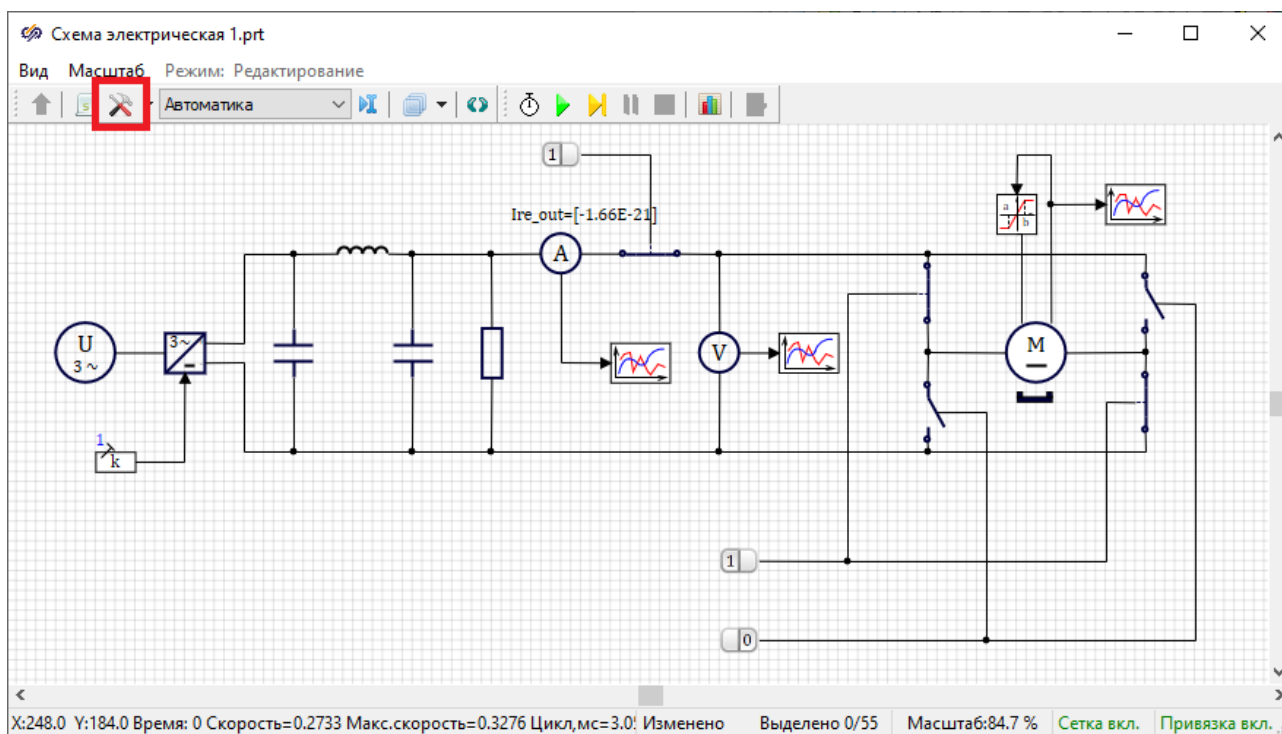

Рисунок 4.2.2. Кнопка доступа к параметрам расчета.
- 1) В окне проекта на панели кнопок нажмите кнопку «Параметры расчёта» (Рисунок 4.2.2):